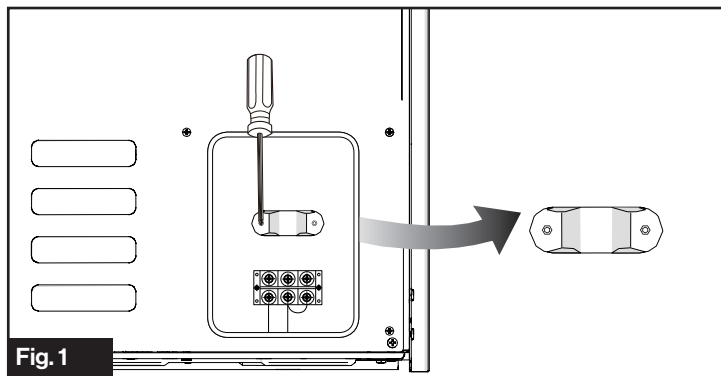

Fig. 1
1. Retire la prensa de descarga de tracción y la tapa de los conectores usando un destornillador Phillips. (Fig. 1)